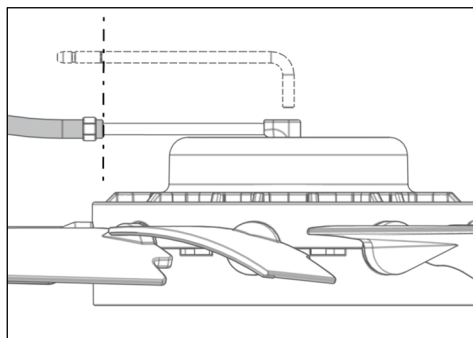

Рис. 19
- 9) Надвинуть напорный шланг на трубку подачи воздуха до отметки (25 мм / 0,984 дюйма) (Рис. 19).